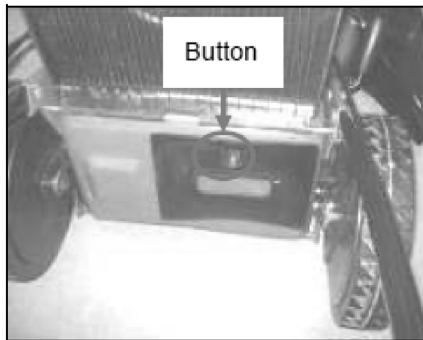

Fig.6A Fig.6B
2. Poussez le coin de courtois dans la housse. Verrouillez la cale de matelassage avec le bouton dans l'ouverture de la housse. (Fig.6A/ Fig.6B)